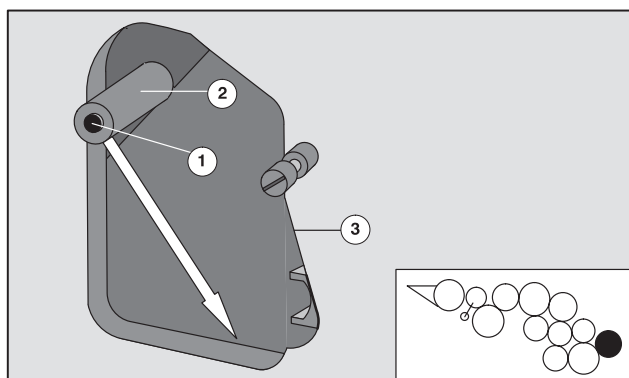

Рис. 9 Демонтаж 3-го накатного валика
- ❶ Откройте защитное ограждение на ПС 1 на стороне обслуживания.
- ❷ Удалите устройство для смывки офсетного полотна.
- ❸ Полностью выкрутите винт с внутренним шестигранником (Рис. 9/❶) с помощью инструмента печатника.
- ❹ Снимите втулку (Рис. 9/❷) с оси накатного валика.
- ❺ Поверните накатной валик по его оси вниз по направлению стрелки
- ❻ Вытащите осторожно валик с оси; не повредите валик об отверстия в боковой стенке (Рис. 9/❸).